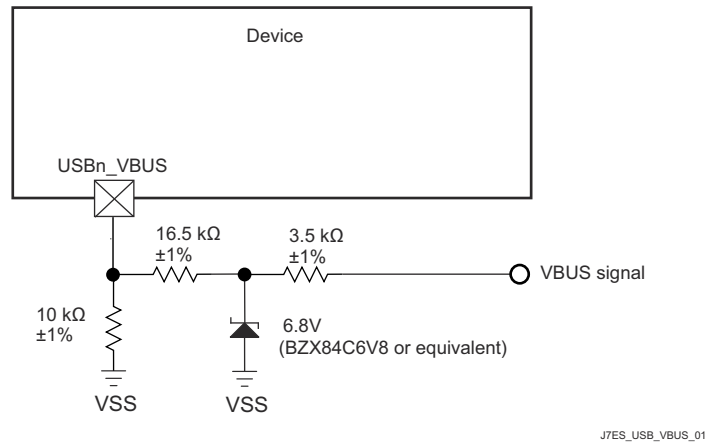

図 10-4. USB VBUS 検出分圧器 / クランプ回路
このデバイスでは、外付けの分圧抵抗を使用して VBUS 信号電圧を下げる必要があります (図 10-4 を参照)。これにより、実際のデバイスピン (USB0_VBUS) に印加される電圧が制限されます。これらの外部抵抗の許容誤差は 1% 以下、ツェナー ダイオードの 5V でのリーク電流は 100nA 未満とする必要があります。(1)
デバイスの電源がオフのときに VBUS が印加された場合、図 10-4 に示す外部回路によって実際のデバイスピンへの入力電流が制限されるため、USB0_VBUS ピンはフェイルセーフであると考えられます。